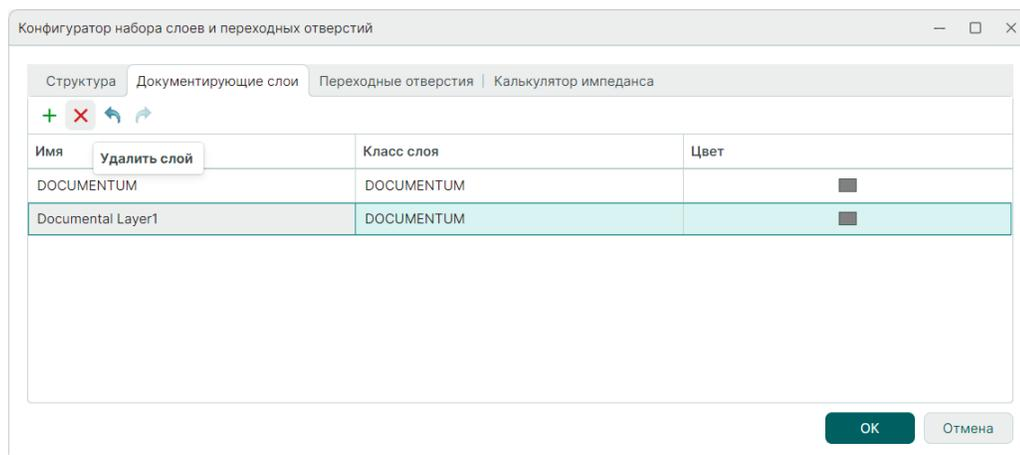

Рис. 30 Удаление документирующего слоя
2. Выберите в таблице документирующий слой, который необходимо удалить, и нажмите на символ **X** «Удалить слой», см. Рис. 30.